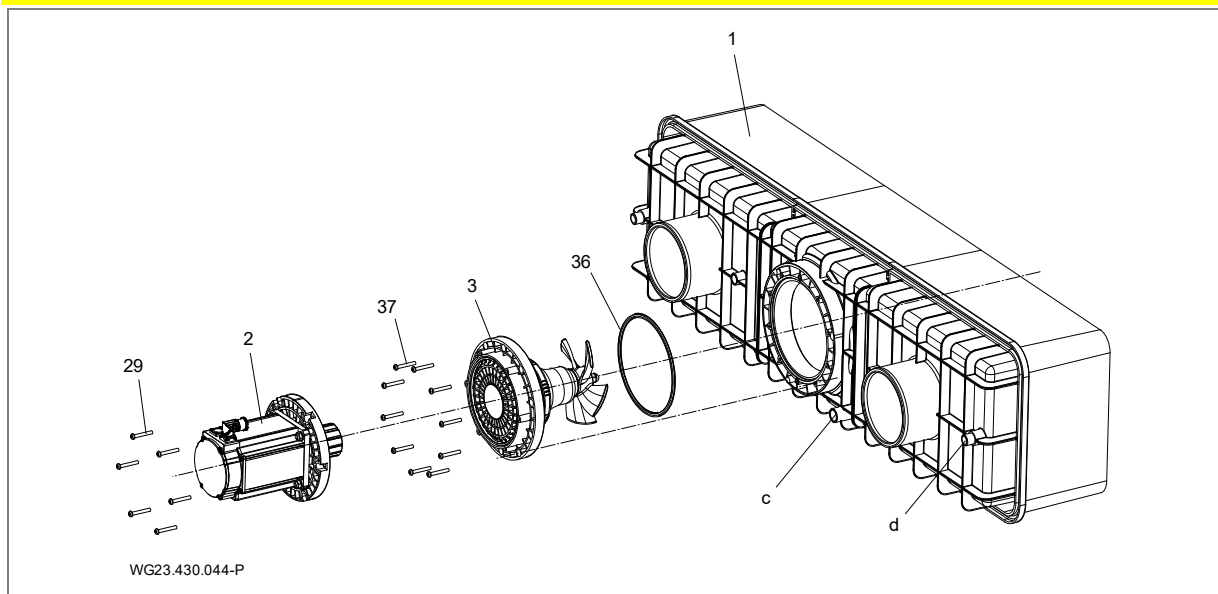

Abb. 16
1. Anschlussstutzen (d, (Abb. 16)) am Kunststoffgehäuse (1) und die Anschlussbuchse vom Kabelschutzschlauch (12) mit PVC-U/ABS-Reiniger entfetten.
Die Unterbringung der Anlage hat in einem Schacht, der am Beckenrand angrenzt, zu erfolgen. Im Aufstellungsraum müssen eine einwandfreie Be- und Entlüftung und ein ausreichender Bodenablauf vorhanden sein. Eine Befestigungsmöglichkeit für den Frequenzumformer und den Schaltschrank sowie den Kabelschutzschlauch (möglichst oberhalb Wasserniveau) muss gegeben sein. Im Schacht muss ein Anschluss für einen Potentialausgleich vorhanden sein. Siehe "Abb. 16" auf Seite 22.